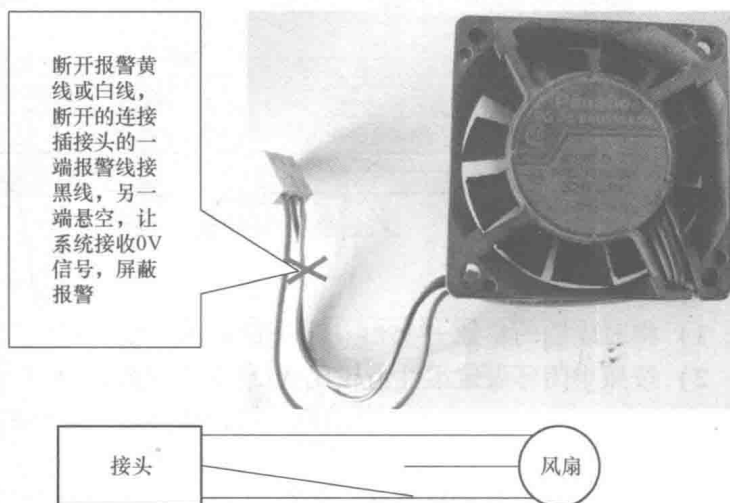

图 1-6
2) 驱动器风扇，故障后出现报警。处理方法：将报警线切断，返回系统低电平，如图 1-6 所示。